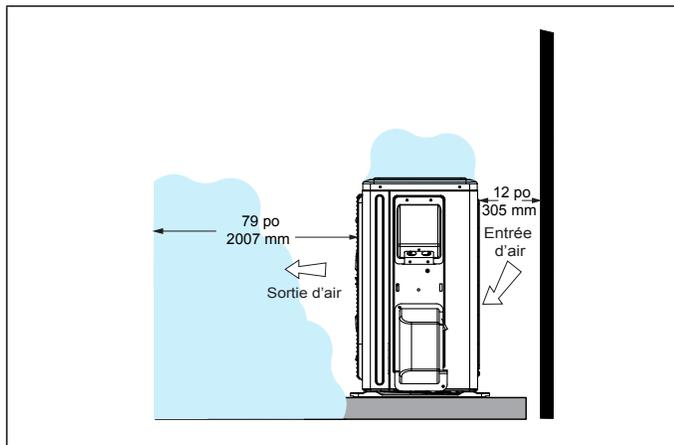

Figure 18. Débit d'air d'une unité extérieure obstruée par de la neige
- Dans certaines régions fortement enneigées, ne pas placer l'unité là où la neige peut s'accumuler comme illustré à la «Figure 18. Débit d'air d'une unité extérieure obstruée par de la neige».